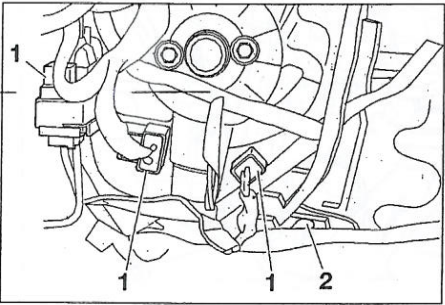

FIGURA 10-9
- Después de haber desmontado el conducto de aire lado conductor, sacar los conectores (1) y la grapa (2) (figura 10-9).